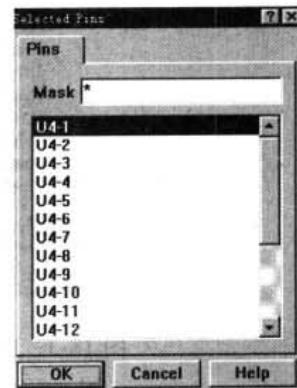

图 18-2 Selected Pins (管脚选择) 对话框
- (3) 在需要产生信息报表的管脚选定后，执行 Report|Selected Pins 命令，弹出如图 18-2 所示的 Selected Pins（管脚选择）对话框。在对话框中选择引脚名称，单击 OK 按钮，系统自动进行管脚信息统计，并产生\*.dmp 的管脚信息报表。